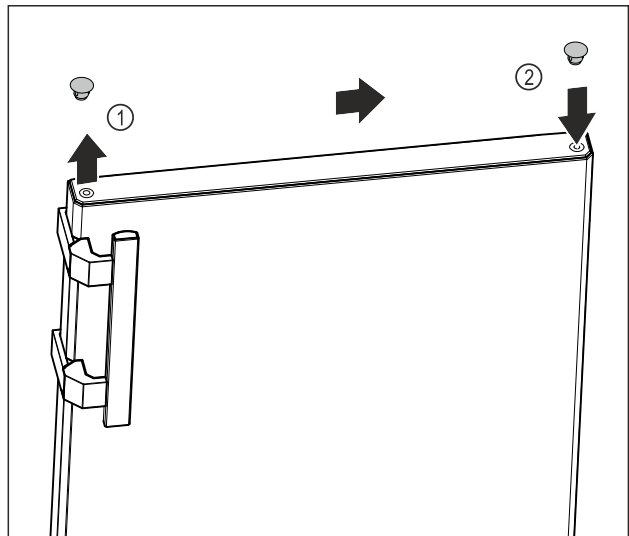

Fig. 17
- ▶ Ridicați cu precauție dopurile de acoperire de pe partea superioară a ușii Fig. 17 (1) cu șurubelniță plată.
- ▶ Montați dopurile de acoperire pe partea opusă. Fig. 17 (2)